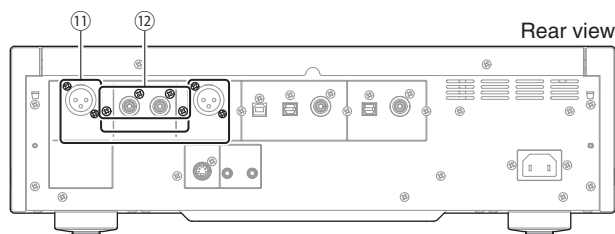

Fig. 6
- Remove 4 screws (11) and 4 screws (12). (Fig. 6)
- 11 のネジ 4 本、12 のネジ 4 本を外します。(Fig. 6)